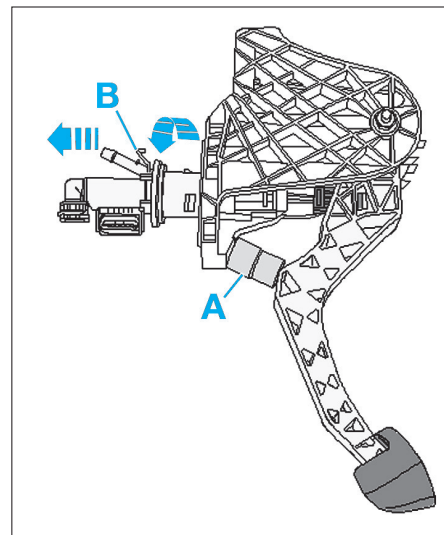

Fig. 10
- Placer une entretoise (A), d'une longueur de 40 mm, entre la pédale et la butée et pousser la pédale d'embrayage vers l'entretoise (Fig.10).
- Déverrouiller la goupille (B) et déposer le cylindre émetteur comme indiquer sur la figure.